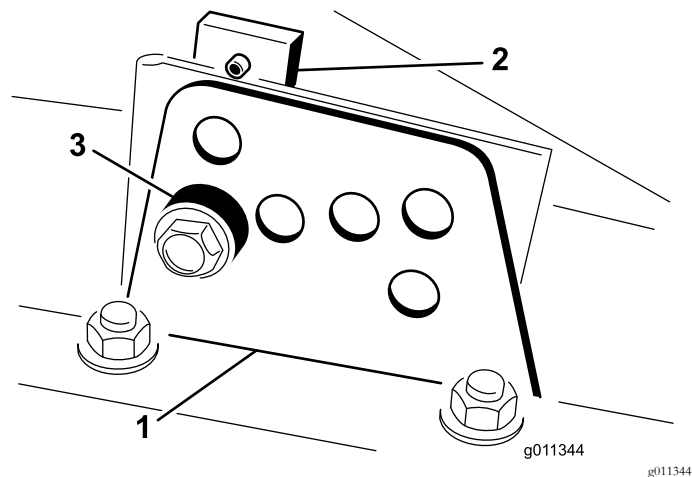

Figura 19
4. Supportate l'alloggiamento e togliete il distanziale (Figura 19).
2. Allentate il bullone che fissa ogni staffa dell'altezza di taglio alla relativa piastra (lati anteriore e laterali); fate riferimento a Figura 19.